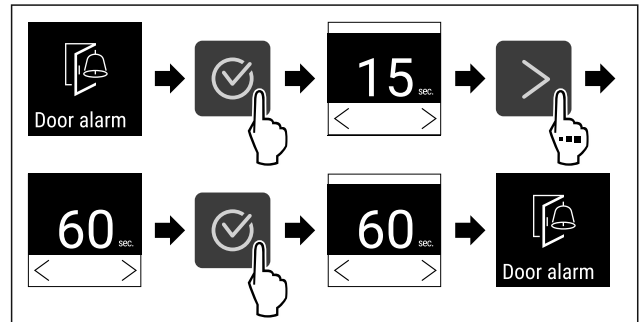

Fig. 87
- ▶ Følg anvisningene (se Fig. 87).